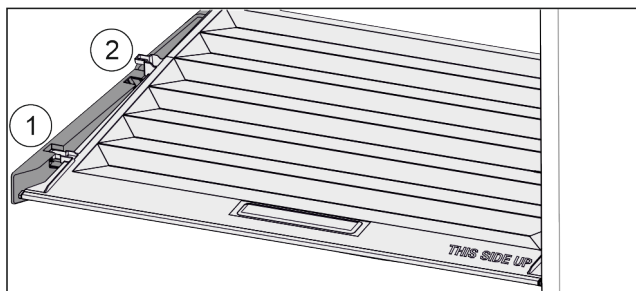

Fig. 150
- ▶ Dra locket framåt Fig. 150 (1) till öppningen i fästdelarna.
- ▶ Lyft det baktill underifrån och ta ut Fig. 150 (2) det uppåt.